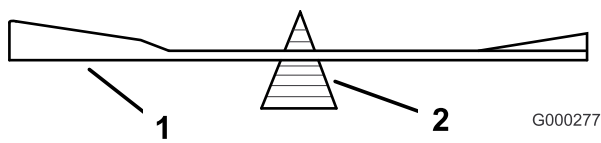

図 72
2. ブレード balancer を使ってバランスを調べる (図 72)。